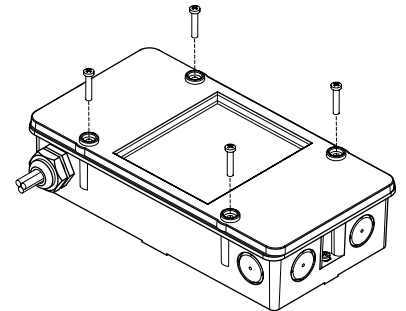

Fig. 6
1. Open the housing (Fig. 6).
6. Close the housing with the screws provided (Fig. 6).
- Öffnen Sie das Gehäuse (Fig. 6).